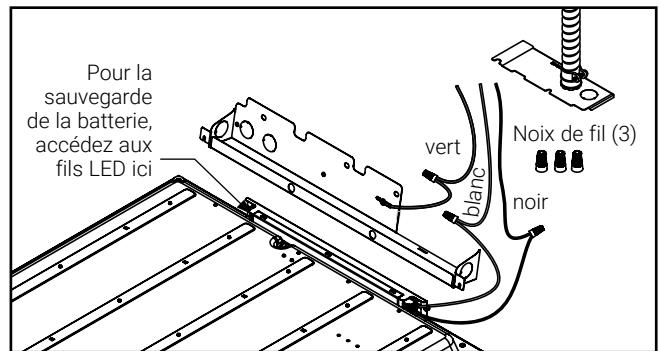

Figure 5.
- Utilisez une entrée défonçable pour acheminer le câble d'alimentation. Utilisez les trois capuchons de connexion fournis pour raccorder le fil de mise à la terre au câble d'alimentation vert, le câble noir (Li1ne) au câble d'alimentation noir et le câble blanc (neutre) au câble d'alimentation blanc (Fig. 5).
REMARQUE : Le luminaire est compatible avec les systèmes de batterie de secours y compris les modèles EBPLED7W et EBPLED14W de Surelites. Si vous utilisez un système de batterie de secours, retirez le couvercle du pilote pour accéder aux fils d'alimentation DEL et suivez les instructions de câblage de la batterie de secours (Fig. 5). Assurez-vous de ré-installer le couvercle du pilote après avoir effectué le câblage.